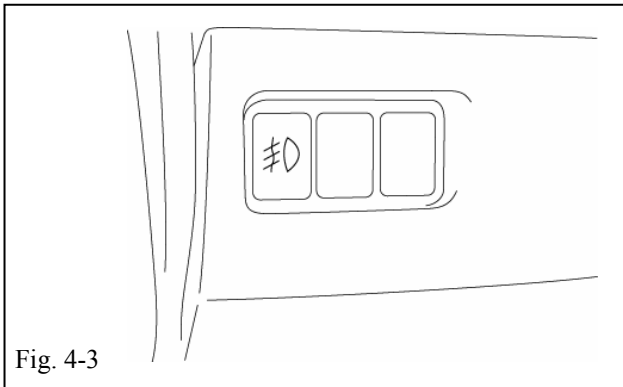

Fig. 4-3
- (d) Remove the far left knock out. (Fig. 4-3)